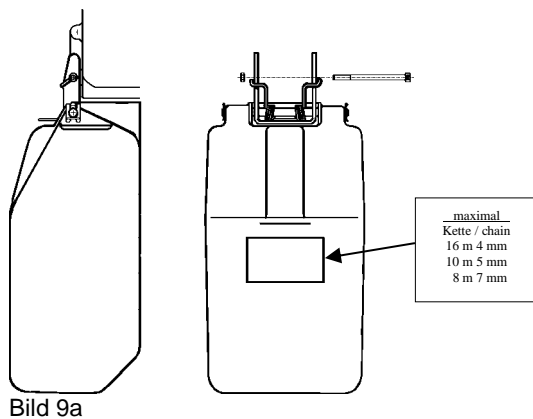

Bild 9a
**Folgende Kettenspeichergrößen sind in Plast ausgeführt (siehe Bild 9a):**
**Die Befestigung der Kettenspeicher in Plast und Textil erfolgt gemäß Bild 9a bzw. Bild 9b mit Schraube und selbstsichernder Mutter. Die Mutter ist bis zum Festsitz der Schraube anzuziehen. Die selbstsichernde Mutter ist dann zu erneuern, wenn bei einer wiederholten Montage des Kettenspeichers die Sicherung der Schraube nicht gewährleistet ist.**